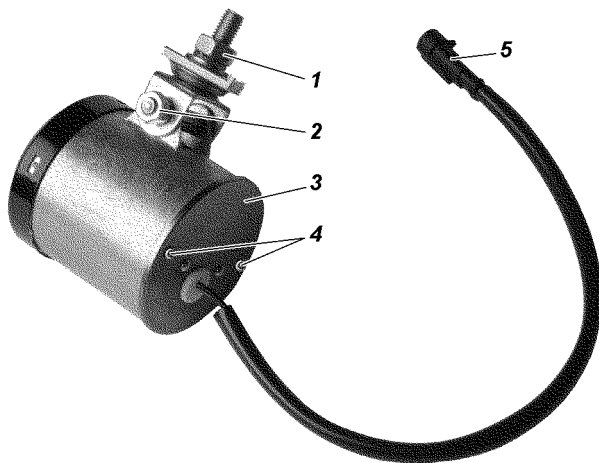
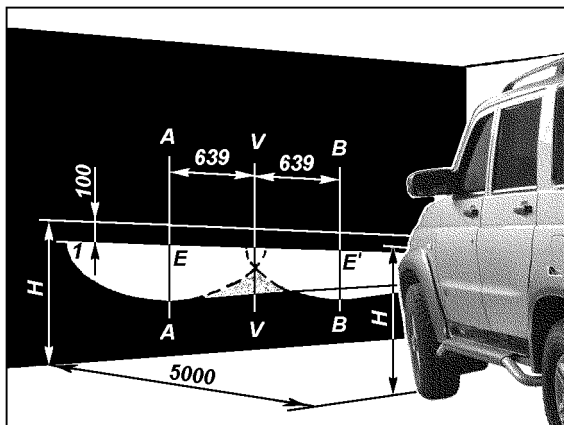

Рис. 9.43. Противотуманная фара:
Рис. 9.44. Разметка экрана для регулировки противотуманных фар:
**Противотуманные фары.** Для регулировки противотуманных фар ослабьте гайки 1 и 2 (рис. 9.43) крепления фар и, поворачивая корпус фары в горизонтальной и вертикальной плоскостях, установите фару в положение, при котором светотеневая граница совпадает с линией 1 (рис. 9.44), и в этом положении затяните гайки.